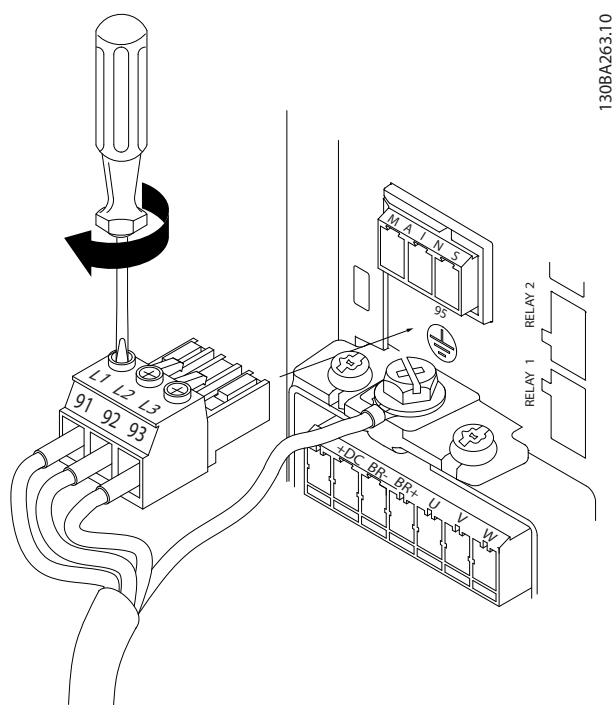

Ilustración 3.10 Montaje de la clavija de conexión de red
- Inserte los cables de red en la clavija de conexión de red y apriete los tornillos, como se muestra en la *Ilustración 3.10*.